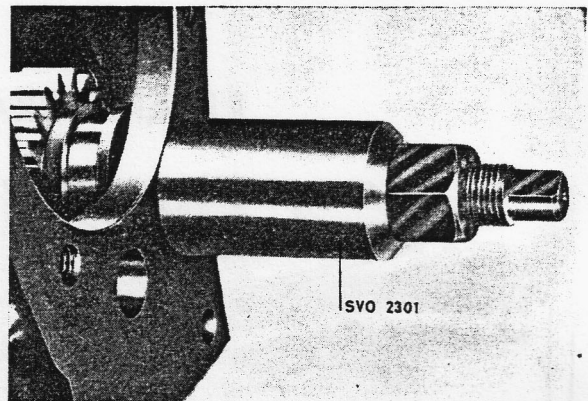

Bild 3-16. Rücklaufachse ausbauen.
8. Vorgelegerad herausnehmen, Rücklaufachse (56) mit Abziehvorrichtung SVO 2301 abziehen, siehe Bild 3-16. Rückwärtsgangrad und Schalthebel (54. Bild 3-31) herausnehmen.